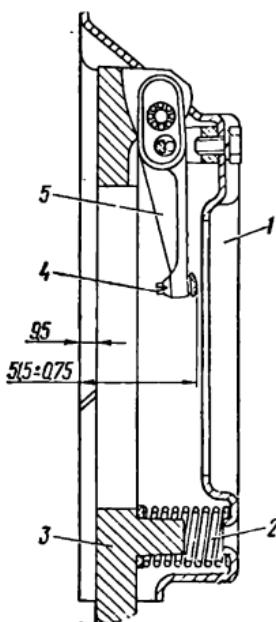

Рис. 54. Положение оттяжных рычагов после регулирования:
2. Осуществляйте регулировку завинчиванием и отвинчиванием регулировочных болтов до получения размера $51,5 \pm 0,75$ мм — расстояние головок болтов от поверхности плиты (рис. 54). Разница в расстоянии от плиты до головок болта не должна превышать 0,2 мм.